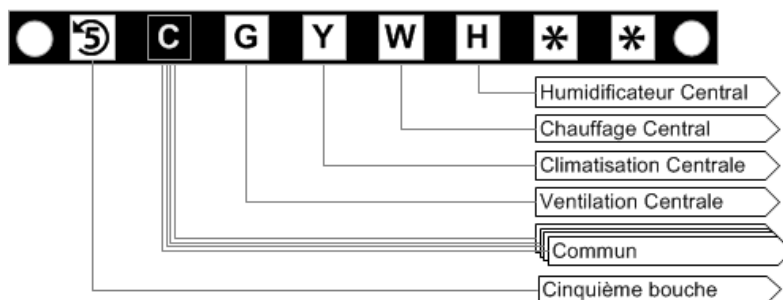

Figure 16 – Branchement au ventilateur à air pulsé et autres appareils centraux.
- Dans le cas d'un serpentin électrique, la borne « W » du MINOTAIR commande le serpentin (voir Figure 16). Il faut préalablement régler l'option de chauffage auxiliaire du MINOTAIR à « OUI » dans le menu « Température » tout en spécifiant que le ventilateur est le MINOTAIR lui-même et non pas celui d'un générateur à air chaud comme une fournaise.
- Dans le cas d'un serpentin électrique, il faut brancher son fil de contrôle « commun » du circuit 24Vc.a. à la borne « C » du MINOTAIR (voir Figure 16).